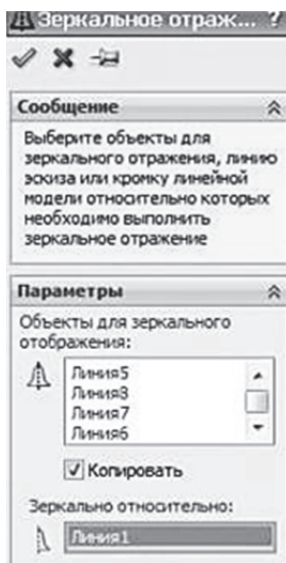

Рисунок 6.5
6. Второй квадрат постройте, используя команду «Зеркально отразить объекты» (рис. 6.5). Для этого укажите объекты (четыре отрезка — стороны квадрата) и вертикальную ось, относительно которой должно происходить отражение. Выйдите из режима построения эскиза.